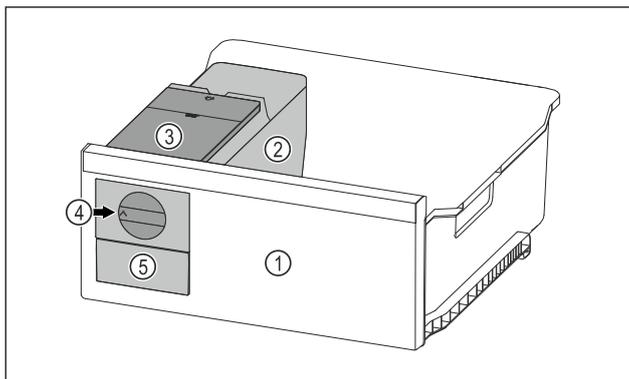

Fig. 75 Beispielhafte Darstellung
▶ Drehknopf Fig. 75 (4) im Uhrzeigersinn bis zum Anschlag drehen.
▷ Eiswürfel fallen aus der Eiswürfelschale in das Eiswürfelschubfach Fig. 75 (5).